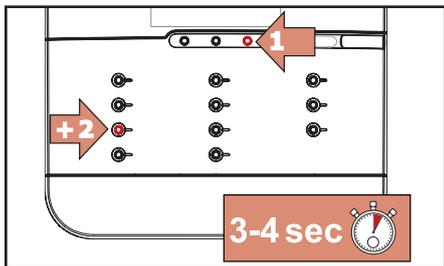

图 5.4 - 进入清洁模式
1. 首先按停止然后按 , 同时一直按着保持3到4秒钟进入清洗模式 (图5.4)。
- 首先按停止然后按 , 同时一直按着保持3到4秒钟进入清洗模式 (图5.4)。